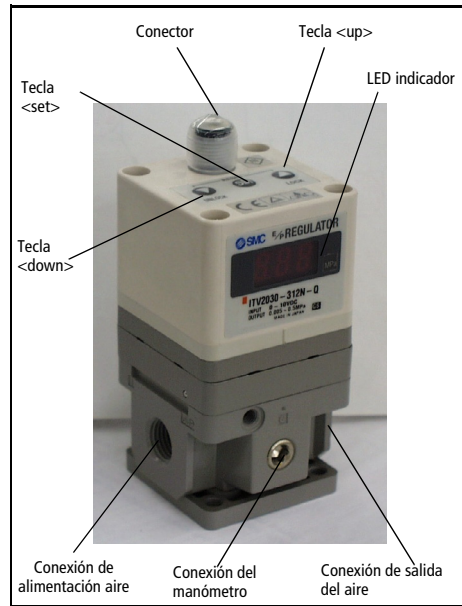
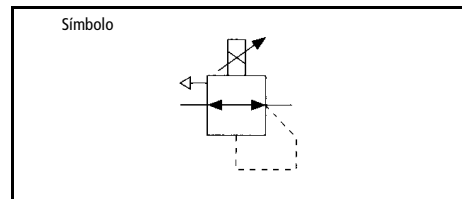

Fig. 1
Fig. 2
Presione las teclas 'Up' y 'Down' (Fig 1) conjuntamente durante más de 3 segundos. El indicador muestra 'RES'. Para que las presiones mínima y máxima y las salidas digitales P1 y P2 vuelvan a su condición inicial, libere las teclas.
- Para ajustar la presión mínima (en el indicador LED aparece F-1) utilice las teclas up/down (Fig 1) luego presione la tecla 'Set' (Fig 1) para 'fijar' el ajuste.
- Para ajustar la presión máxima (en el indicador LED aparece F-2) utilice las teclas up/down (Fig 1) luego presione la tecla 'Set' (Fig 1) para 'fijar' el ajuste.
- Para ajustar la salida digital 1 (en el indicador aparece P-1) utilice las teclas up/down (Fig 1) luego presione la tecla 'Set' (Fig 1) para 'fijar' el ajuste.
- Para ajustar la salida digital 2 (en el indicador aparece P-2) utilice las teclas up/down (Fig 2) luego presione la tecla 'Set' (Fig 1) para 'fijar' el ajuste.
Tras conectar la alimentación, las teclas se bloquean y no son utilizables. 'Loc' Si se presiona cualquier tecla, en el display (Fig.1) parpadea la indicación 'Loc'.
- 1) Presione la tecla 'Down' (Fig 1) durante más de 2 segundos.
- 3) Presione la tecla 'set' (Fig 1) para bloquear.
Nota: Para anular, presione la tecla 'Up' (Fig 1).
- 1) Presione la tecla 'Up' (Fig 1) durante más de 2 segundos.
- 3) Presione la tecla 'Set' (Fig 1) para bloquear.